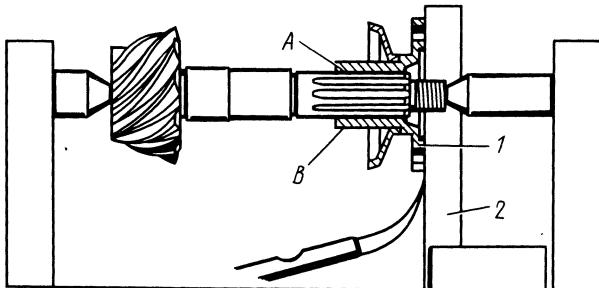

Рис. 132. Проверка биения фланца ведущей шестерни:
1. Собрать и установить на место ведущую шестернию, предварительно осмотрев фланец; убедиться в отсутствии забоин на шлифованной поверхности В, по которой работают сальники, и на торце А (рис. 132), не погнуты ли ушки крепления карданного вала. Привалочная поверхность фланца должна быть максимально плоской, иначе неизбежна вибрация карданного вала.